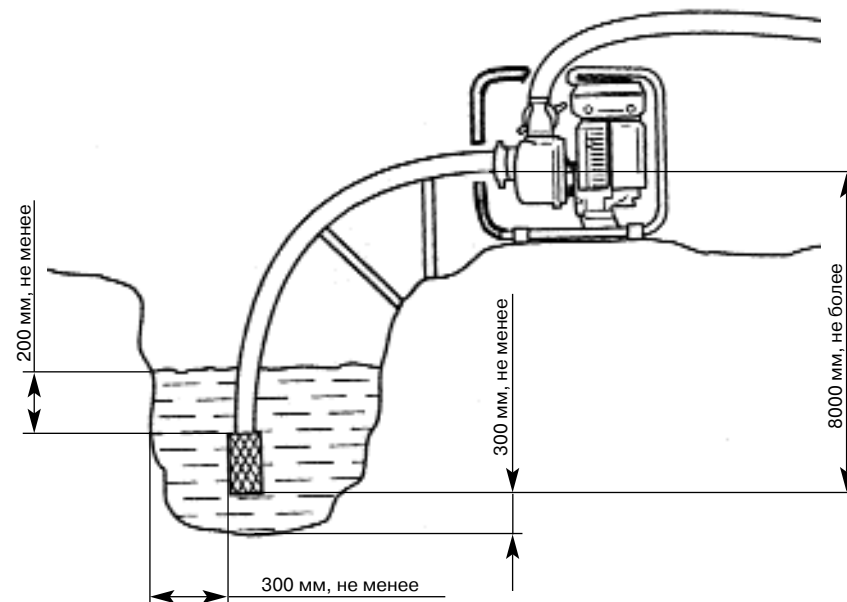

рис. 4
- 6.7. Установить мотопомпу вблизи водоема (емкости); опустить фильтр всасывающего рукава в водоем, обеспечив вертикальное положение фильтра, как показано на рис. 4; отвернуть верхнюю пробку 10; залить через воронку чистую воду до полного заполнения внутренних полостей насоса, напорный рукав у патрубка при этом должен быть выше на 70—100 мм от корпуса насоса. Признаком полного заполнения является отсутствие выхода воздушных пузырьков из корпуса. Плотнo от руки заверните пробку 10. Мотопомпу установить на ровную площадку с минимально возможным наклоном относительно горизонтальной поверхности, но не более 10° во избежание поломки двигателя из-за недостаточной смазки.
- установить мотопомпу как показано на рис. 4;